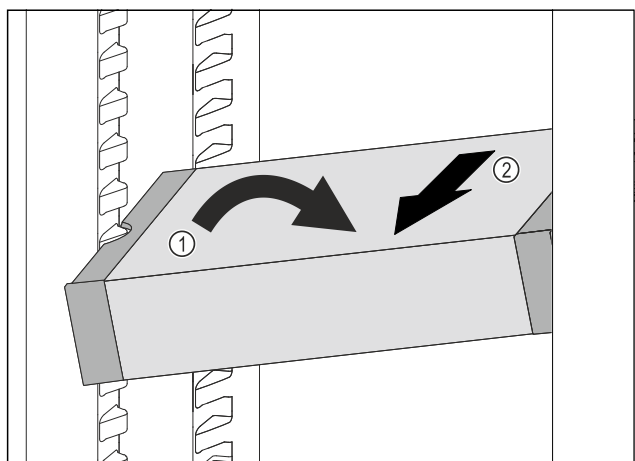

Fig. 88
- VarioSafe postavte v chladničke šikmo. Fig. 88 (1)
- VarioSafe vyberte dopredu. Fig. 88 (2)